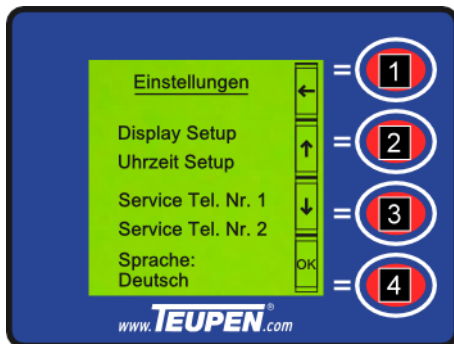

Abb. 70: Einstellungen
1. Mit den [Funktionstasten] (Abb. 70/2 und 3) ein Untermenü auswählen.
2. Mit der [Funktionstaste] (Abb. 70/4) in das ausgewählte Untermenü springen.
3. Mit der [Funktionstaste] (Abb. 70/1) zurück in das „Hauptmenü“ springen.